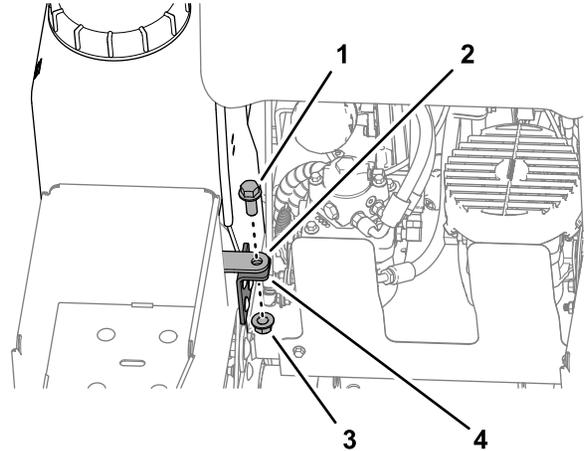

Figure 61
1. Sur la cuve du pulvérisateur que vous devez déplacer, retirez le boulon à embase et le contre-écrou embase qui fixent la plaque de blocage de la cuve sur le support (Figure 61).